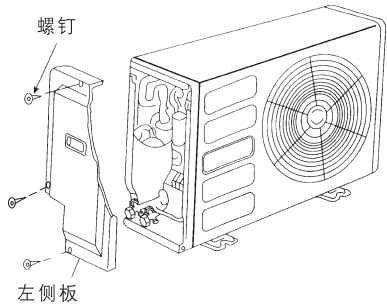

图 23
- (1) 将左侧板拆开。(如图 23)
(2) 将截止阀的纳嘴与密封帽拆开。